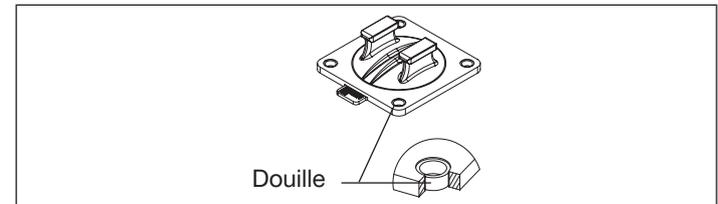

Fig. 7 : Douille
- Placer correctement l'unité actionneur / membrane sur le corps (de façon à ce que les marquages effectués auparavant s'alignent). Sur la RV110, les quatre douilles d'écartement doivent pénétrer dans les forages de corps prévus (voir „Fig. 7 : Douille“).